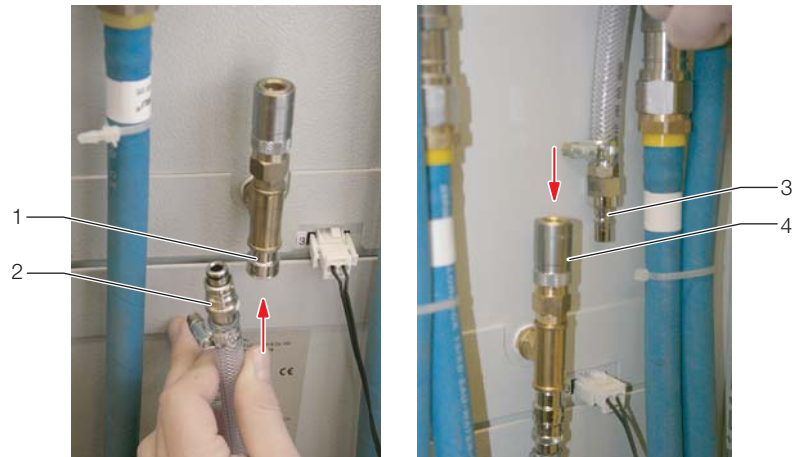

Abb. 38: Schnellkupplung am Kondensatablauf
Drücken Sie dazu den Stecknippel (Abb. 38, Pos. 2) so fest von unten auf die Kupplungsaufnahme am Kondensatanschluss (Abb. 38, Pos. 1), bis die Kupplung einrastet.
- Sind mehrere LCP-Module im Liquid Cooling Package eingebaut, verbinden Sie den Stecknippel am Kondensatschlauch mit dem oberen Anschluss am Kondensatablauf auf der Vorderseite des Wärmetauschermoduls. Drücken Sie dazu den Stecknippel (Abb. 38, Pos. 3) von oben auf die Kupplungsaufnahme am Kondensatablauf (Abb. 38, Pos. 4), bis die Kupplung einrastet.